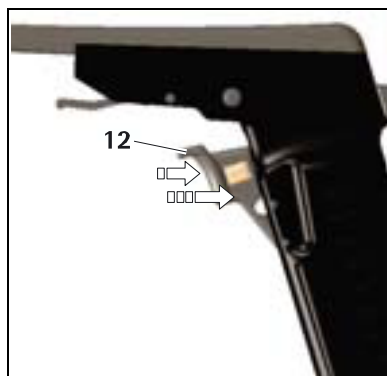

Fig. 7
- Para a etapa de posicionamento, pressione suavemente a alavanca de acionamento **12**, veja a fig. 7 (seta curta).
- Para perfuração/corte, pressione firmemente a alavanca de acionamento **12**, veja a fig. 7 (seta comprida).